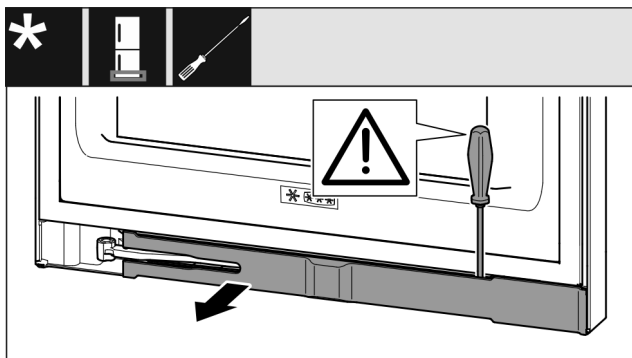

Fig. 16
- ▶ При помощи шлицевой отвертки отцепите накладку и отведите ее в сторону. (см. Fig. 16)